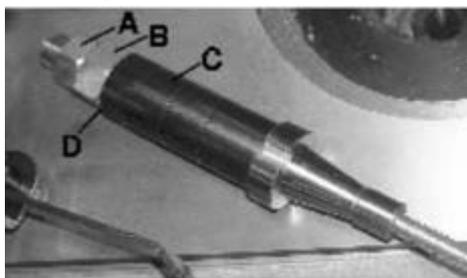

Рис. 14 Установка и замена резцов
1) Выберите подходящий размер шпинделя, открутите верхнюю стопорную гайку (А) (Рис. 14) (левосторонняя резьба), под которой находится шестигранная гайка (В), разместив один ключ на шпинделе, а второй на гайке. Удалите прокладки (С) со шпинделя.
4) Установите на шпиндель прокладки, чтобы достать до резьбы (D) шестигранной гайки. Закрепите прокладки и резец с помощью шестигранной гайки и затем затяните стопорную гайку. Держите шпиндель с помощью ключа, чтобы облегчить задачу.